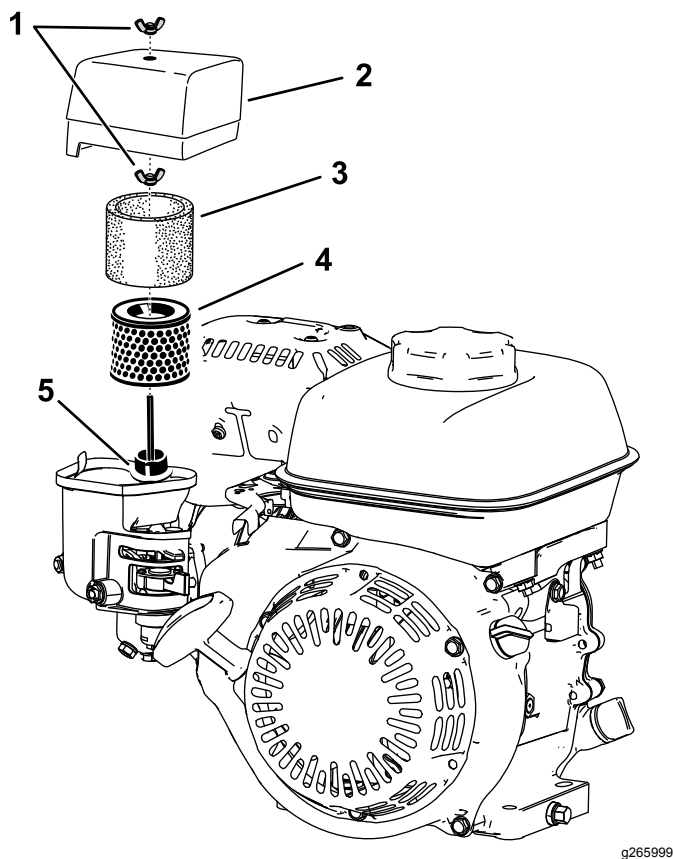

Figure 19
- Retirez l'écrou à oreilles qui fixe le couvercle du filtre à air (Figure 19).